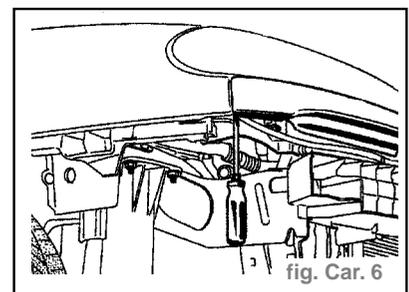

fig. Car. 6
- (1) barreau de calandre,
- (2) déflecteur de calandre,
- (3) agrafe de maintien latérale.
- Glisser un tournevis plat à travers l'espace prévu sous la barrette noire. (fig. Car. 6)